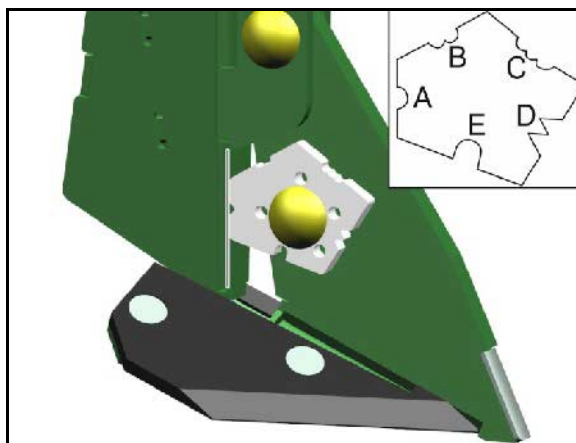

Fig. 94
9. Tournez la roue d'entraînement avec la manivelle (Fig. 94/1) dans le sens de la flèche jusqu'à ce que toutes les alvéoles des tambours de dosage soient remplies de semences et qu'un flux uniforme de semences s'écoule dans les augets d'étalonnage.
13. Tournez la roue d'entraînement avec la manivelle (Fig. 94/1) dans le sens de la flèche.